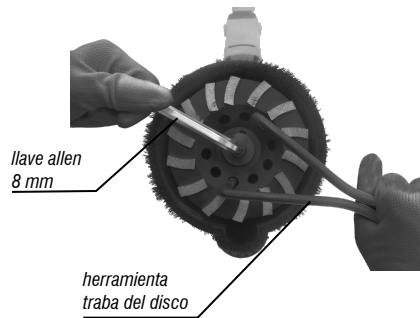

Fig. 6 – Instalación y extracción de la muela abrasiva diamantada
1. Inserte la llave Allen en el tornillo central de la muela abrasiva (Fig. 6);
2. Fije la muela abrasiva con la herramienta traba del disco (Fig. 6);